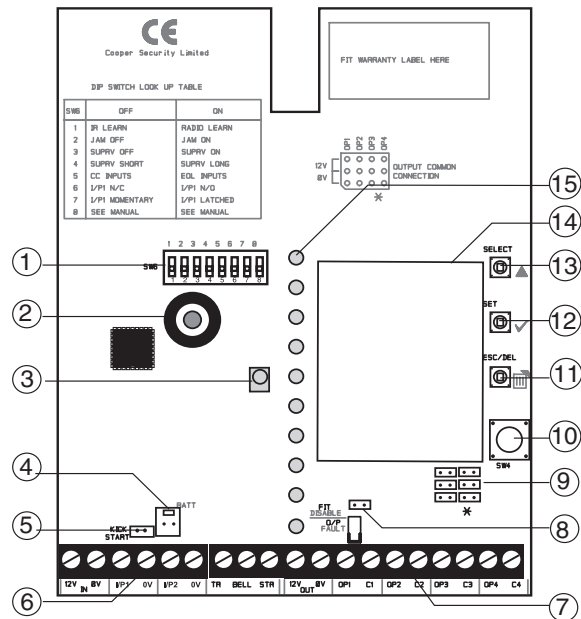

Figure 2.
La figure 2 ci-contre détaille les éléments principaux du circuit imprimé.
Si nécessaire, il est possible de relier le commun de chaque sortie filaire soit avec un +Vcc ou le 0 V. Le bloc de cavalier repéré 9 (figure 2) contrôle la polarité du commun de chacune des sorties 1 à 4.
1. Placer une batterie 6 V / 1,2 Ah dans le logement prévu à cet effet et raccorder les fils sur le connecteur approprié (repère 4 figure 2).
2. Raccorder le +12 Vcc sur les bornes 12 V et 0 V (repère 6 figure 2).
Si l'on souhaite alimenter le module uniquement via la batterie, raccorder cette dernière et court-circuiter brièvement les broches "kick start" (repère 5 figure 2). Cela a pour effet d'invalider temporairement le circuit de surveillance batterie et de permettre au module d'être alimenté seulement via cette dernière. La LED clignote tant que le fonctionnement s'effectue seulement sur la batterie.